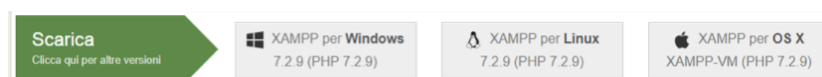

Figura 1.1: Selezione della versione del software
- Dalla pagina ufficiale scaricare la versione di XAMPP corrispondente al proprio sistema operativo (Figura 1.1).